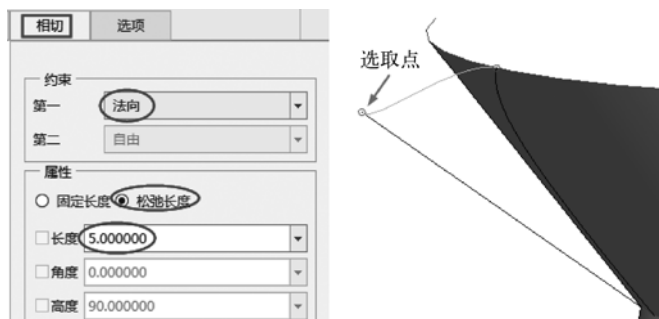

图 5-82 选取点设置约束
- 选取另一点，在“约束”选项组的“第一”下拉列表框中选择“法向”选项。然后选择基准面 FRONT，选择“松弛长度”单选按钮，设置“长度”为 5，如图 5-82 所示。单击“确定”按钮，完成编辑。